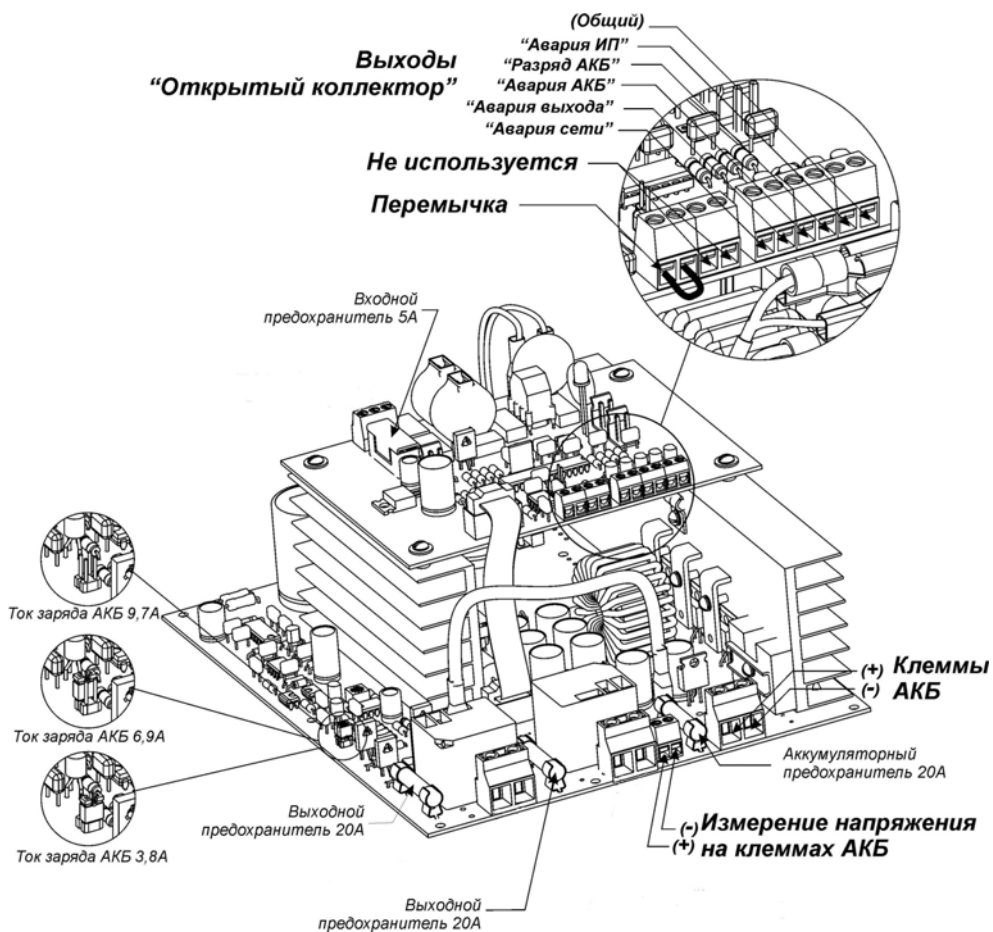

Рис.4 Расположение органов коммутации, управления и защиты в зарядном устройстве
- выставить перемычками ток заряда АКБ (см. таблицу 3 и рисунок 4) ;
При включении сетевого питания не светится индикатор "Сеть" источника	Проверить входной предохранитель на плате зарядного устройства (см. рис.4), при необходимости – заменить.